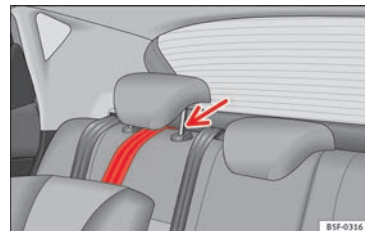

Fig. 33 Cinghia di fissaggio: regolazione corretta e montaggio.
- Collocare la cinghia al di sotto del poggiatesta del sedile posteriore ► **fig. 33** (sollevare il poggiatesta se necessario).